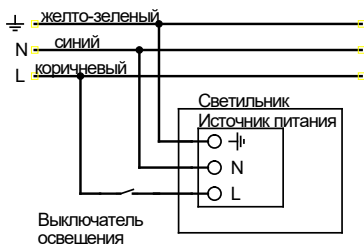

Рис.1. Схема подключения
- Подключить провода сети питания к клеммной колодке в соответствии с маркировкой (см. рис.1);